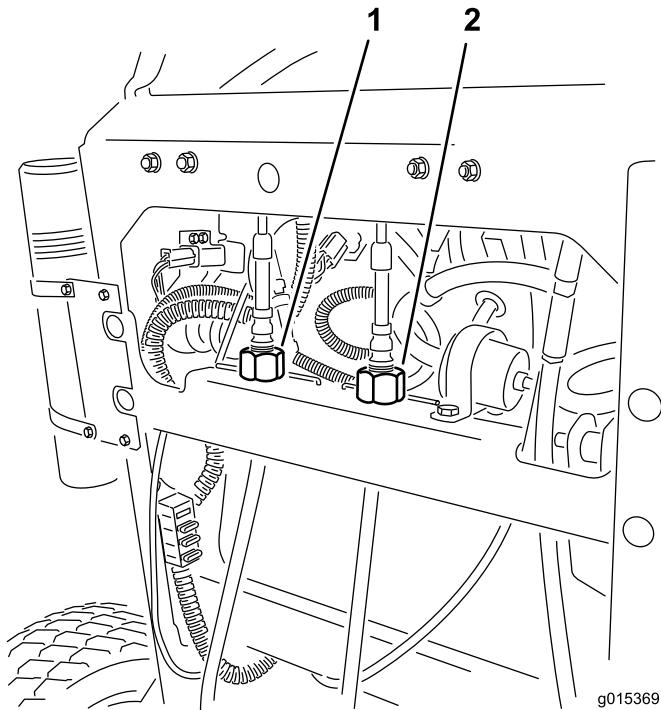

Figura 28
6. Ruotate il dispositivo di regolazione del cavo sinistro per impostare la velocità della ruota sinistra alla velocità della ruota destra precedentemente impostata. Regolate a incrementi di un quarto di giro finché la macchina non procede in linea retta (Figura 28).